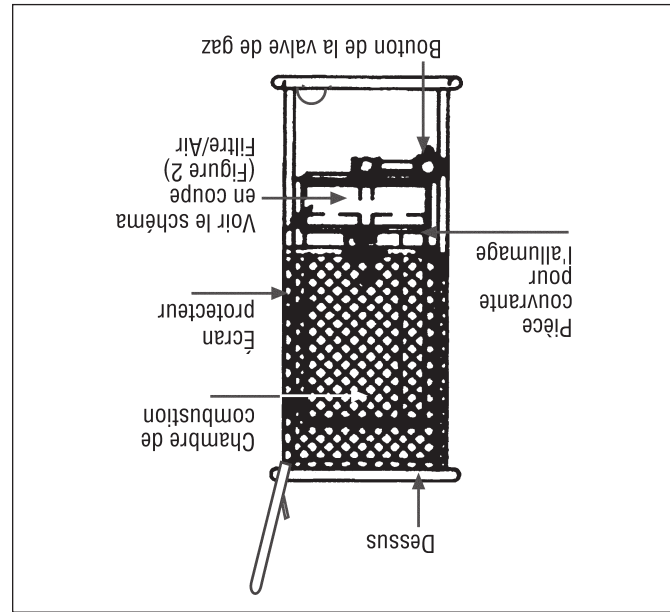

Figure 1
8. Faites tourner le bouton de la valve de gaz en sens anti-horaire jusqu'à la position " ON " (voir figure 1). Le brûleur s'allumera. **NE FAITES PAS fonctionner le brûleur dans une position autre que " ON ".**
- 3 Faites tourner le bouton de la valve de gaz en sens horaire jusqu'à la position « OFF ». Voir les figures 1 et 2 pour connaître l'emplacement des pièces de l'appareil.
Pour allumer la veilleuse, déplacez le couvercle du trou d'allumage (voir figure 1) et placez une allumette allumée dans le trou. Appuyez sur le bouton de la valve de gaz et maintenez-le enfoncé pendant l'allumage tout en observant le bouton de la veilleuse. Assurez-vous que l'allumette allume le brûleur. Laissez la veilleuse brûler pendant environ 30 secondes avant de relâcher le bouton de la valve de gaz. Si la veilleuse ne reste pas allumée, répétez la démarche d'allumage et attendez un peu plus longtemps avant de relâcher le bouton de la valve de gaz.